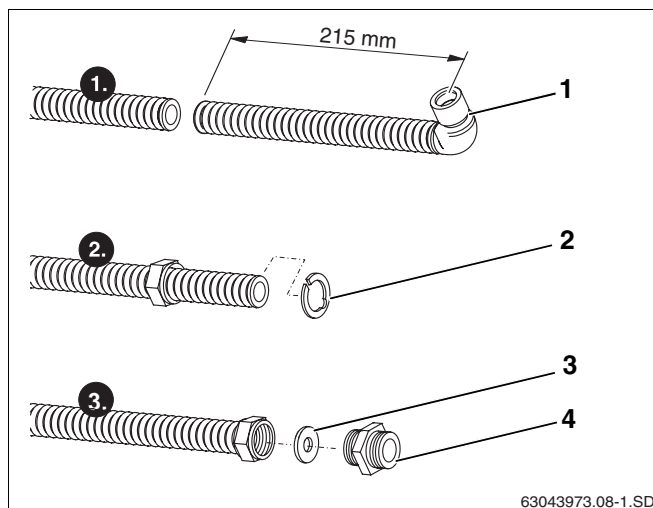

Fig. 39 Cortar o tubo de ligação (apresentação sem isolamento)
- ▶ Do centro do cotovelo, cortar 215 mm do tubo de ligação (fig. 39, **item 1**) com um corta-tubos.
- ▶ Colocar a anilha de aperto (fig. 39, **item 2**) por trás da primeira ondulação e comprimi-la. A anilha de aperto deve encostar de forma uniforme no colar da porca.
- ▶ Colocar a anilha (fig. 39, **item 3**) antes da superfície de corte do tubo de ligação na porca.
- ▶ Enroscar firmemente o casquilho duplo (fig. 39, **item 4**) na porca, para criar uma superfície vedante plana no tubo de ligação.